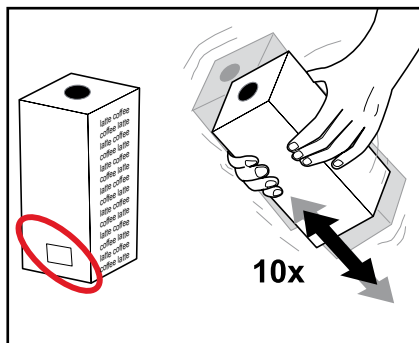

Fig. 18
Læs anvisningerne på produktpakken. Brug aldrig en ødelagt produktpakke. Brug ikke produktpakker, hvor "bedst før"-datoen er udløbet (fig. 18).
3. Ryst produktpakken mindst 10 gange (fig. 18).